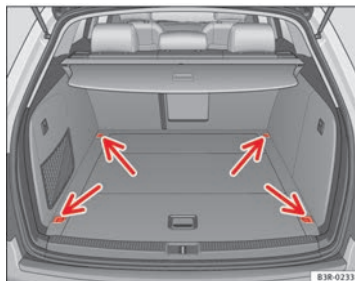

Fig. 116 Disposición de las argollas de amarre en el maletero
- Asegure la carga mediante las argollas de amarre ⇒ fig. 116 -flechas-.